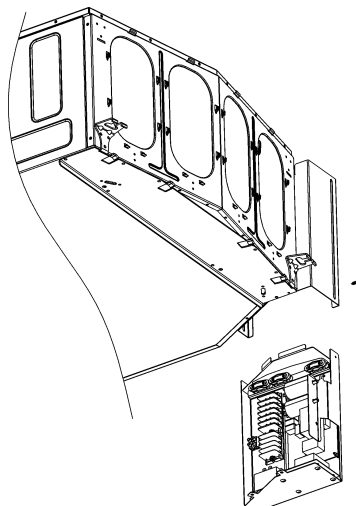

Abb. 29. Abnehmen des Kastens von der Schiene
3. Wenn nötig, nehmen Sie den Kasten durch Entfernen der Schrauben von der Schiene (siehe Abb. 29).